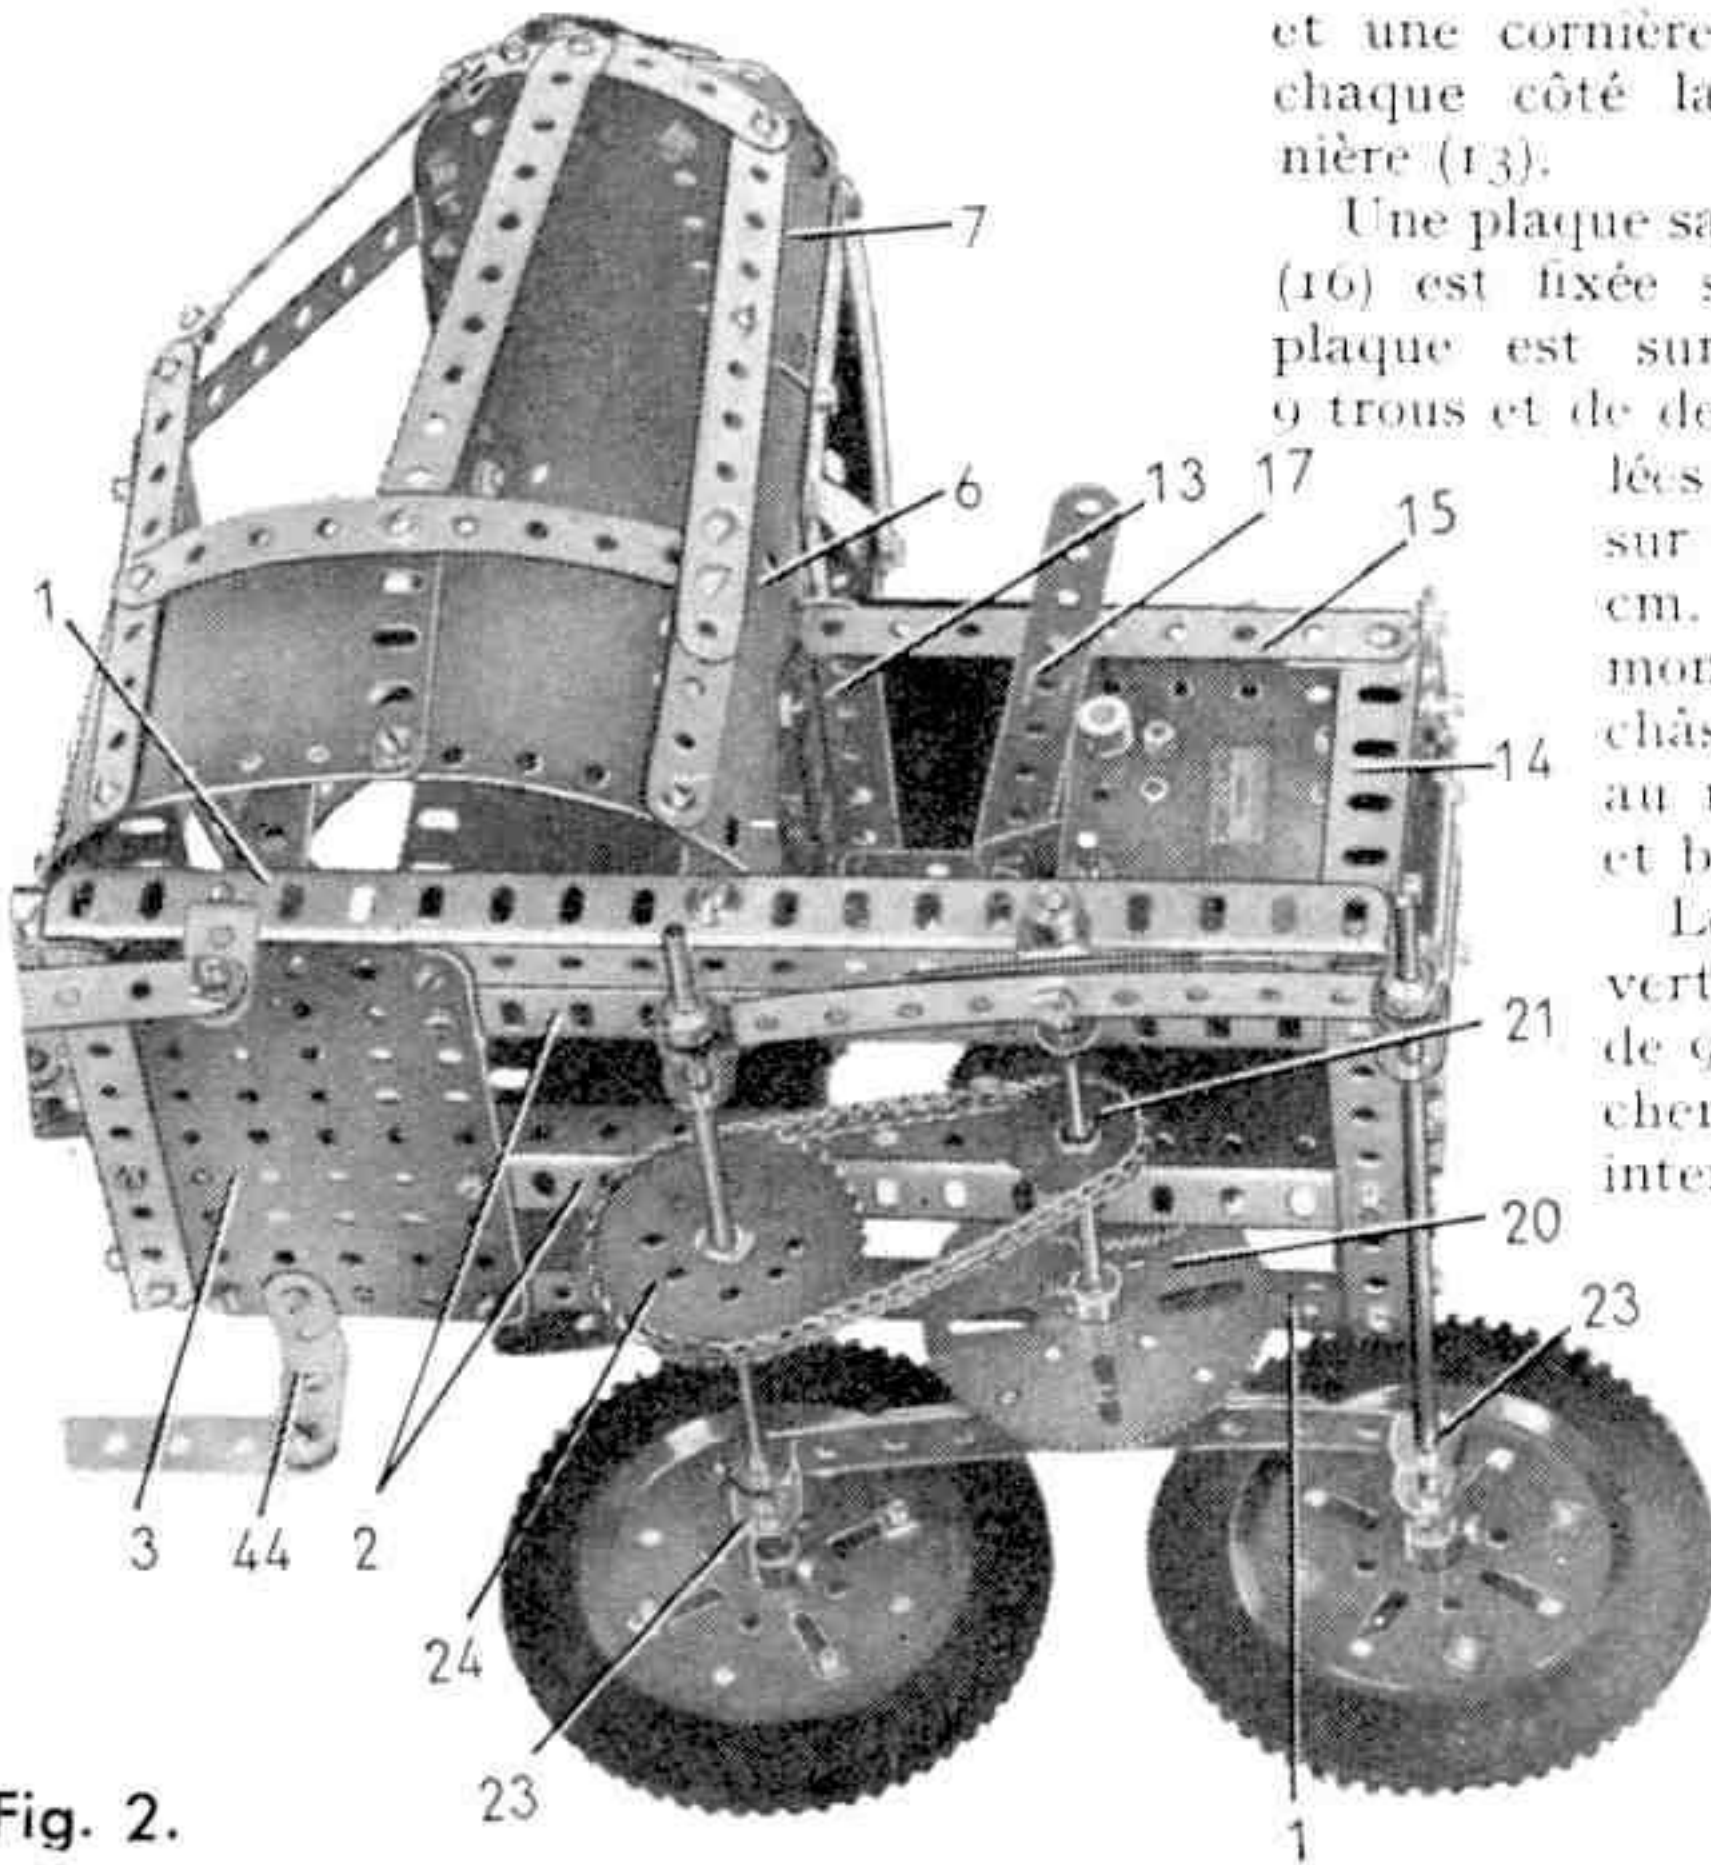
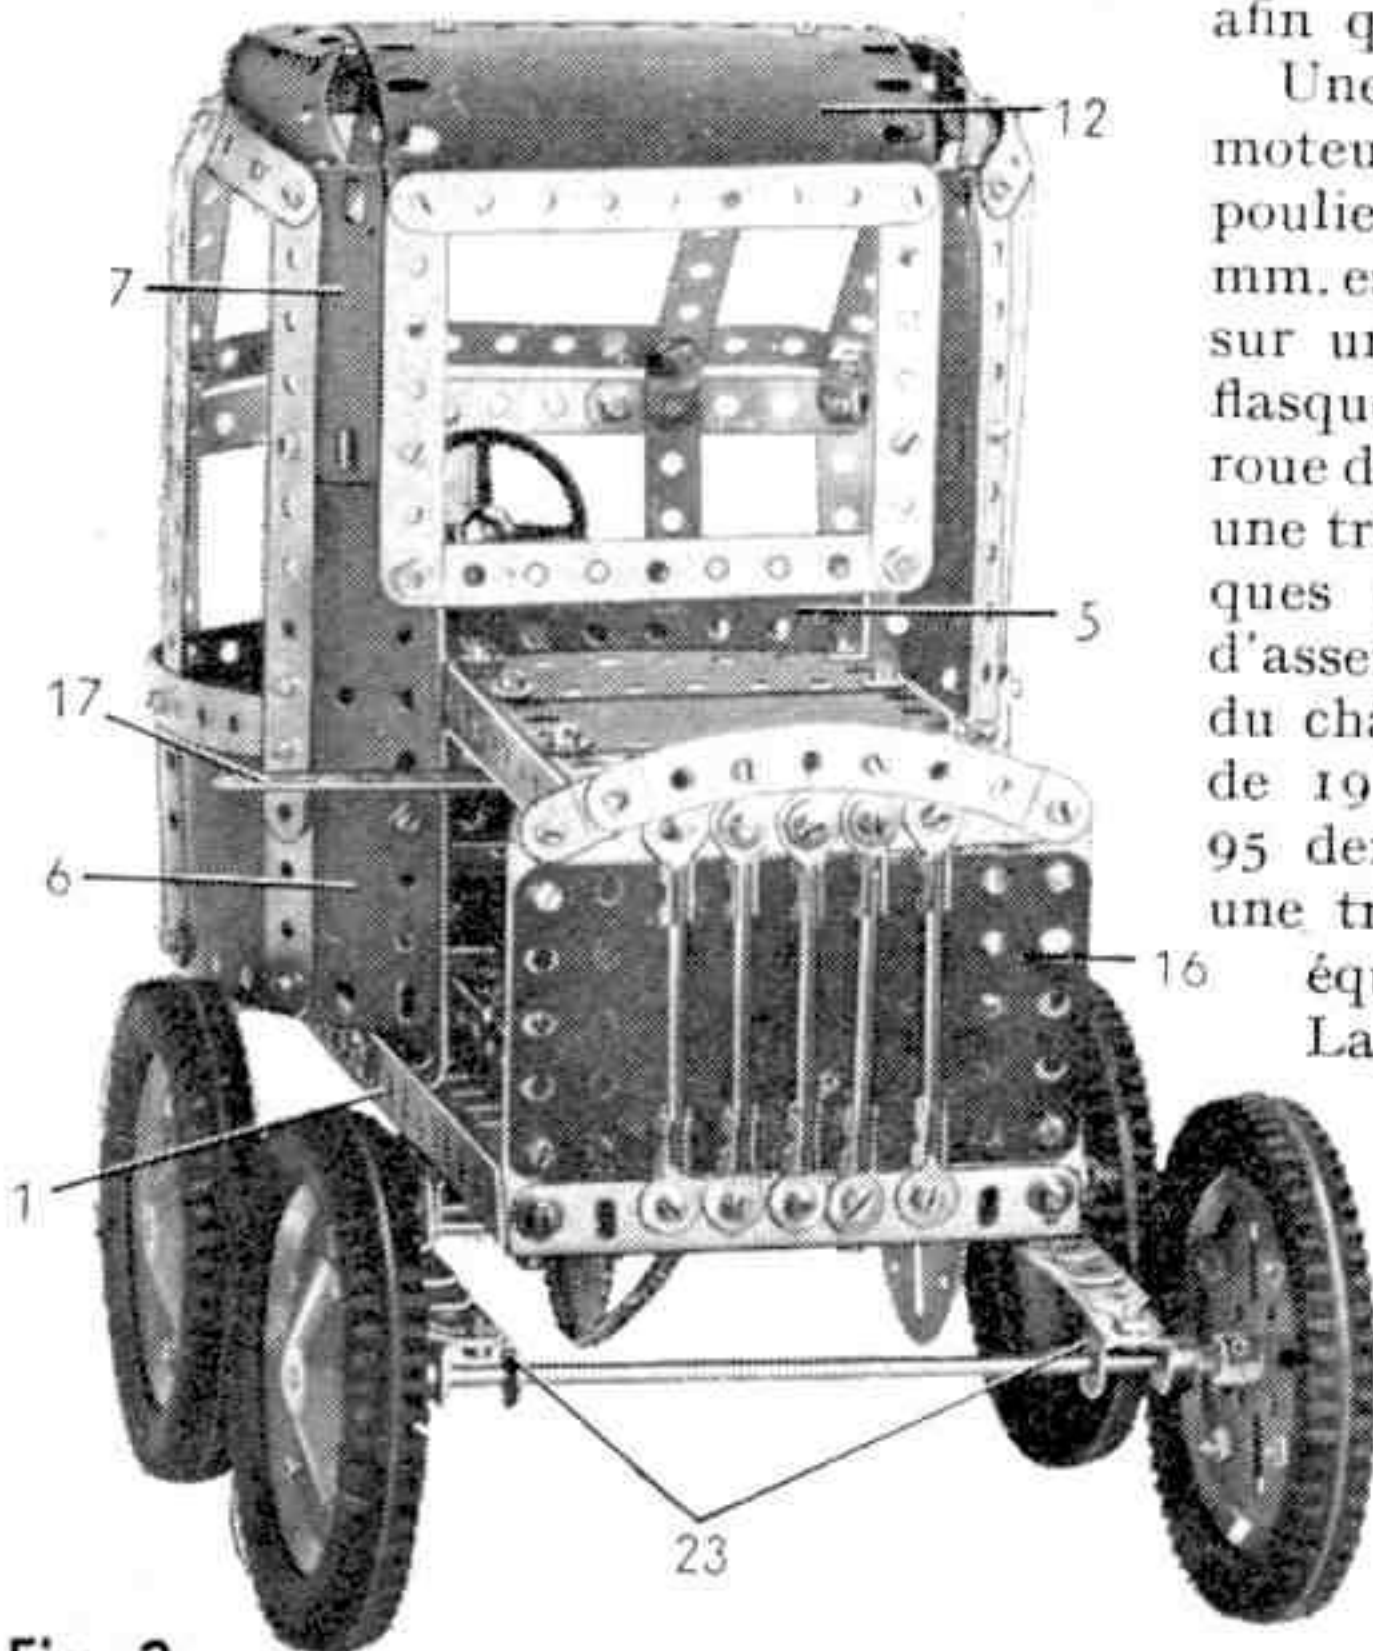

Fig. 2.
Fig. 3.
Le groupe moteur-cabine se construit sur un châssis formé de deux cornières de 19 trous (1) assemblées par deux cornières de 9 trous (fig. 2) ; le châssis est renforcé par deux autres cornières de 19 trous (2) parallèles aux cornières (1). Une plaque sans rebords de  $11,5 \times 6$  cm. (3) est boulonnée sous le châssis.
La lunette arrière (fig. 3) est bordée par deux bandes de 7 trous et deux de 9 trous. Ces bandes sont fixées sur les cornières (4). Une plaque flexible de  $14 \times 4$  cm. (6) et une de  $6 \times 4$  cm. (7) sont également fixées sur chaque cornière (4). Les plaques sont incurvées et reliées aux côtés de la cabine. Les deux côtés sont identiques, mais l'un d'eux demeure partiellement ouvert. Leur construction à l'aide de bandes et de plaques flexibles de  $6 \times 6$  cm. apparaît clairement sur les figures 2 et 4.
Le pare-brise est constitué par deux bandes (10) semblables à la bande (9) et réunies par des bandes de 7 trous. La bande (10) inférieure est reliée à la bande (9) par des équerres à  $135^\circ$ . La bande (10) supérieure porte une plaque flexible de  $11,5 \times 6$  cm. (11) incurvée pour former l'avant du toit. Une plaque identique (12) est boulonnée au sommet des bandes (5) (fig. 3) et réunie à la plaque (11). Les bords galbés du toit sont formés de chaque côté par une plaque flexible de  $6 \times 4$  cm. et par une plaque flexible triangulaire de  $6 \times 5$  cm.
Le capot, ouvert sur les deux côtés, se construit en boulonnant une cornière de 9 trous (13) (fig. 2) sur la plaque (5). Une cornière de 6 trous (14) est fixée verticalement à chaque angle de l'arrière du châssis
Les deux essieux arrière sont des tringles de 20 cm. passées dans les supports doubles (23). Elles sont tenues en place par des bagues d'arrêt. L'un des essieux (fig. 2) est muni d'une roue de chaîne de 36 dents (24) reliée par chaîne Galle à la roue (21).